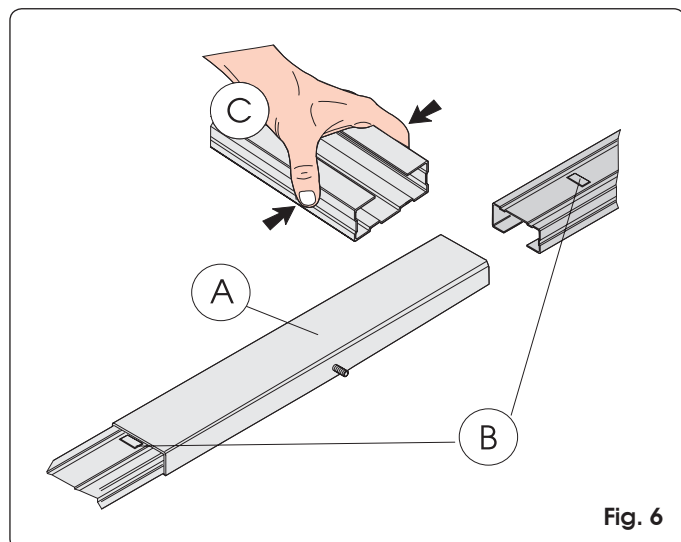

Fig. 6
- 1) Assemblare i due pezzi della guida di scorrimento inserendoli nel giunto centrale (Fig. 6 rif. A) fino a portare in battuta i rilievi metallici di riferimento (Fig. 6 rif. B). Per facilitare l'innesto della guida di scorrimento si consiglia di inserirla nel giunto centrale comprimendola come indicato in Fig. 6 rif. C. Non utilizzare utensili che potrebbero deformare la guida od il giunto.